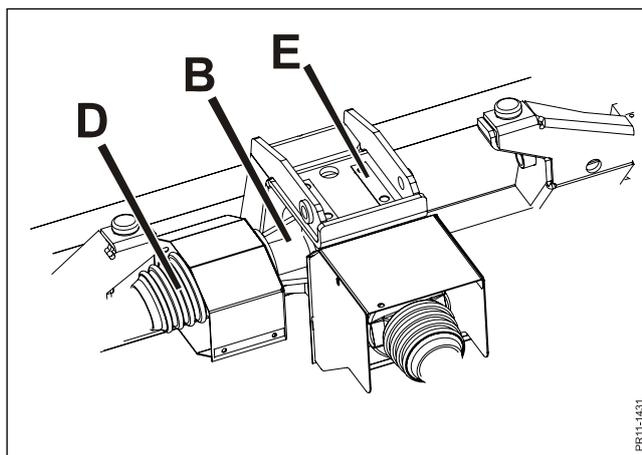

Fig. 2-2
**Fig. 2-2** Um das Zentralgetriebe **B** zu wenden, wird die Gelenkwelle **D** abmontiert, Gelenkwellen-Schirme und die 4 Bolzen **E** über der Gelenkwelle werden herausgeschraubt.